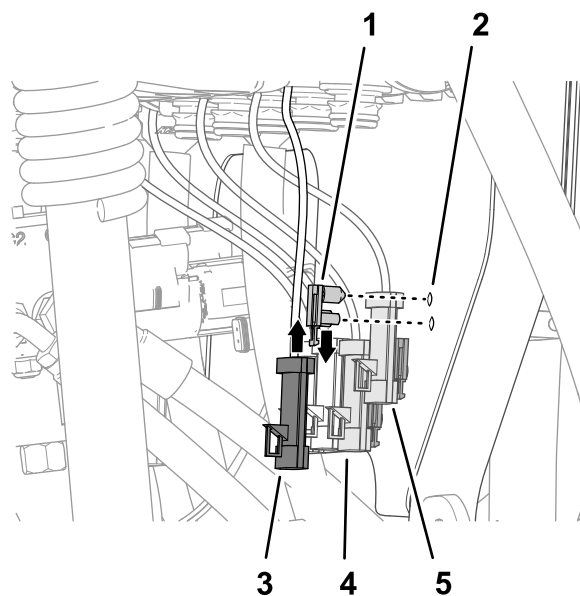

Figura 115
1. Montate i dispositivi di fissaggio a spinta dell'ancoraggio del connettore sui fori nel supporto della valvola (Figura 115).